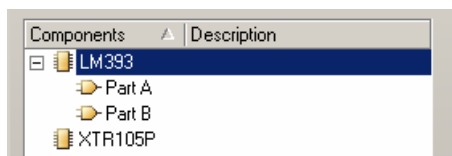

图 5.19 元件 LM393
(16) 选择主菜单中的“Edit”->“Select”->“All”命令，或者按键盘上的“Ctrl+A”快捷键，将工作区的元件原理图全部选中。
(17) 选择主菜单中的“Edit”->“Copy”命令，或者按键盘上的“Ctrl+C”快捷键，将选中的原理图复制到剪贴板中。
(18) 选择主菜单中的“Tool”->“New Part”命令，新建一个空白的元件页面，此时在“SCH Library”选项页中的元件列表中，元件 LM393 变成由“Part A”和“Part B”两个部分构成，如图 5.19 所示。